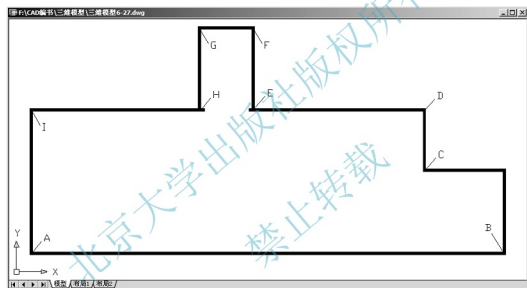
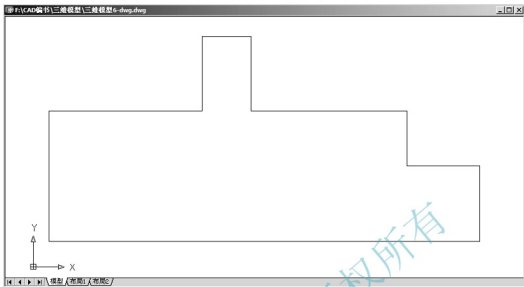

图 6.31 调整视图为俯视图
图 6.32 绘制屋面的轮廓
- (1) 改变当前图层: 建立【屋面】图层并将其设置为当前层, 然后将【柱】、【门窗框】、【玻璃】、【勒脚】、【墙线】和【轴线】图层关闭。
- (2) 执行菜单栏中的【视图】|【三维视图】|【俯视】命令, 将视图调整为俯视图状态, 结果如图 6.31 所示。
- (1) 在命令行输入“PL”后按 Enter 键, 启动绘制多段线命令。
- (2) 在指定起点: 提示下, 捕捉如图 6.31 所示的 A 点作为多段线的起点。
- (3) 在指定下一个点或 [圆弧(A)/半宽(H)/长度(L)/放弃(U)/宽度(W)]: 提示下, 输入“W”。
- (4) 在指定起点宽度 <80.0000>: 提示下, 输入“0”。
- (5) 在指定端点宽度 <0.0000>: 提示下, 输入“0”。
- (6) 在指定下一点或 [圆弧(A)/闭合(C)/半宽(H)/长度(L)/放弃(U)/宽度(W)]: 提示下, 依次捕捉图 6.31 中的 B、C、D、E、F、G、H 和 I 点。
(7) 在指定下一点或【圆弧 (A)/ 闭合 (C)/ 半宽 (H)/ 长度 (L)/ 放弃 (U)/ 宽度 (W)]: 提示下, 输入 “C” 后按 Enter 键。
(8) 将【墙】图层关闭, 结果如图 6.32 所示。